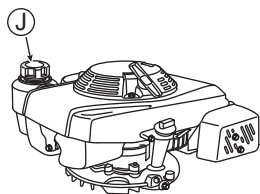

Abb. 8
1. Öffnen Sie den Kraftstofftankdeckel (J) und füllen Sie Benzin ein. Wischen Sie etwaig verschüttetes Benzin umgehend mit einem Lappen auf. (Siehe Abb. 8)
2. Schließen Sie den Kraftstofftankdeckel (J) nach dem Betanken ordentlich.